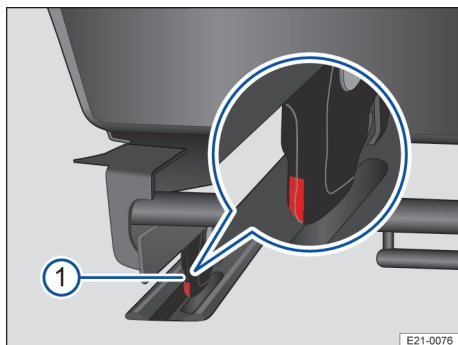

Fig. 74 Al treilea rând de scaune: Indicator blocare încuietorie podea.
Scaunul este fixat corect, dacă marcajul de culoare roșie de la blocarea încuietorii din podea → fig. 74 ① **nu** este vizibil → ⚠.